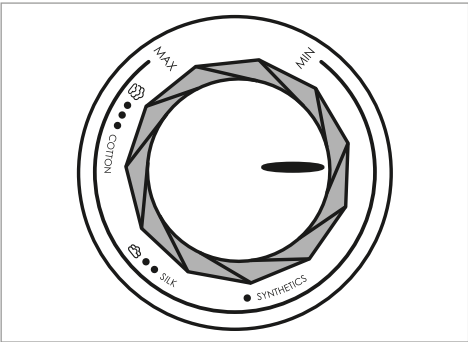

Fig. 2
- 3) Vendosni temperaturën e duhur duke përdorur kontrolluesin e temperaturës 6 (shih tabelën më poshtë dhe Fig. 2).